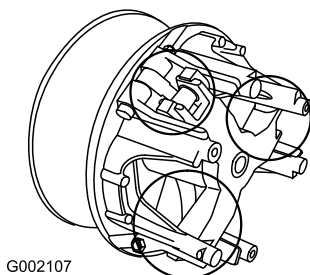

Figure 41
5. Lubrifiez les pièces mobiles aux endroits indiqués par des cercles à la Figure 41 avec du lubrifiant sec en aérosol de marque Toro, disponible auprès des concessionnaires ou distributeurs Toro agréés.